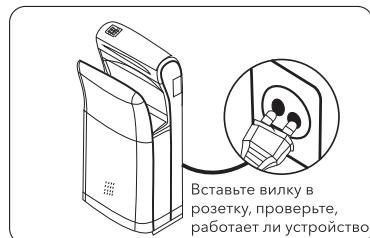

Рис. 6
4. Проверка работы, см. рис. 6